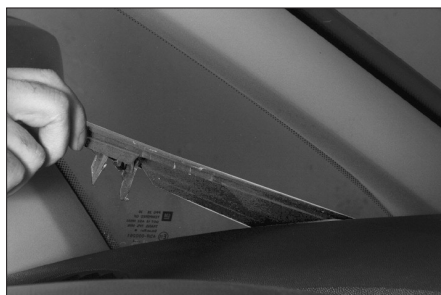

FIG. 10
- les caches latéraux supérieurs (Fig.10).